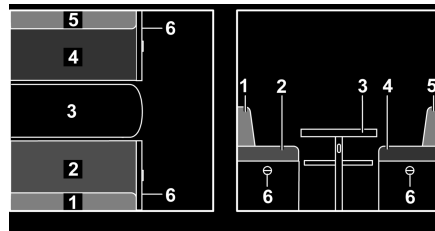

Fig. 108 Antes de la transformación
- Ampliar la mesa (Fig. 108,3) y transformarla en base de cama (véase apartado 7.7).
- Quitar el cojín del respaldo (Fig. 108,1) y ponerlo a un lado.
- Tirar del asidero y abrir la trampilla (Fig. 108,6).